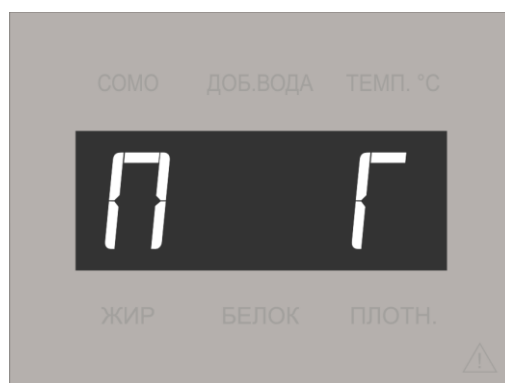

Рисунок 2.12– Анализатор находится в режиме подкалибровки.
2.6.2.2 Коррекция нулей проводится только на дистиллированной воде. Перед началом работ необходимо провести три измерения дистиллированной воды в обычном режиме. Затем переключить анализатор в режим коррекции нулей. Для этого кратковременно отключить прибор выключателем, нажать кнопку «Режим» на передней панели и, не отпуская ее, включить прибор. На индикаторе высветится символ "П" (подкалибровка). После этого кнопку «Режим» следует отпустить (рисунок 2.12).